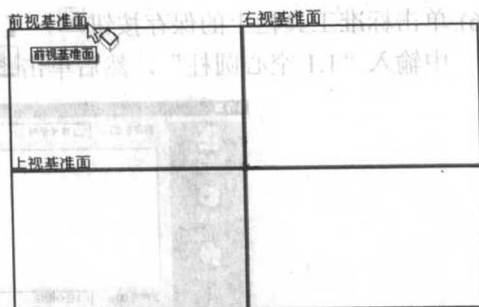

图 1.16 前视、上视和右视基准面选择
- (1) 单击新建工具按钮，弹出【新建 SolidWorks 文件】对话框，选择零件按钮，再单击按钮，新建一个零件文件。
- (2) 单击特征工具栏上的旋转凸台/基体按钮，如图 1.16 所示，前视、上视和右视基准面出现，鼠标指针形状变为.